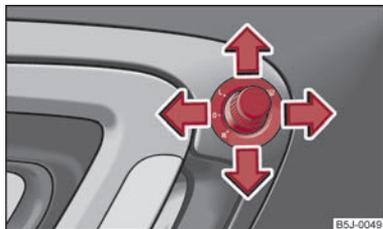

Abb. 33 Türinnenteil: Drehknopf
- Stellen Sie den Drehknopf in die Position ☐ ⇒ Abb. 33.